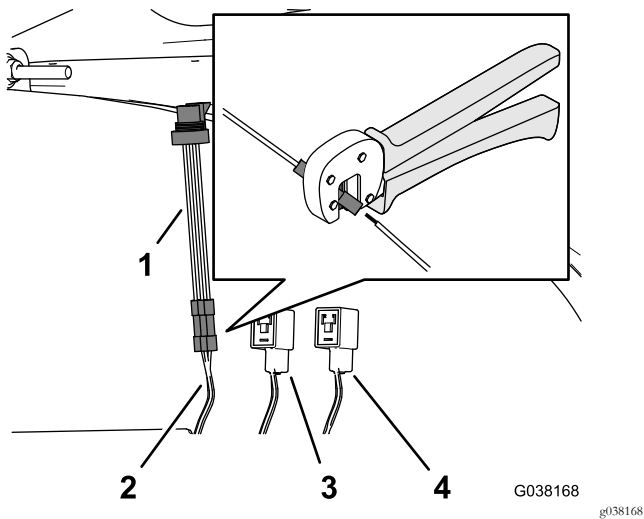

Figure 35
- 3. Centrez la pince à sertir au-dessus du connecteur à épissure bout à bout et des fils, et sertissez solidement le connecteur (Figure 35).